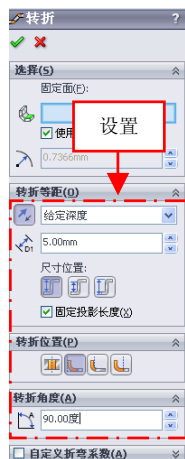

图 13-30 设置参数值
(10) 退出草图绘制环境，弹出【转折】属性管理器，设置【等距距离】为 5、【转折角度】为 90，如图 13-30 所示。